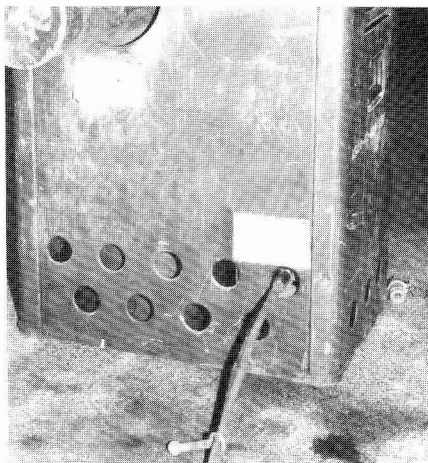

Bild 33 Brennstoffleitungsanschluß
- Brennstoffschlauchleitung (Bild 33 und 34) mit dem angehängten Schlüssel vom Regler abschrauben.